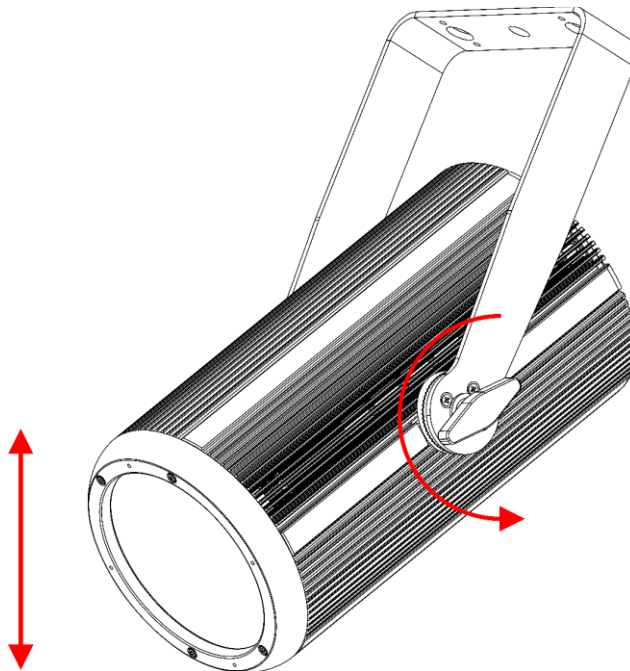

Abb. 08
- 01) Drehen Sie die **Einstellschrauben (03)** gegen den Uhrzeigersinn, um sie zu lösen.
- 02) Kippen Sie den Scheinwerfer in die gewünschte Position (Abb. 08).
- 03) Drehen Sie die **Einstellschrauben (03)** mit dem Uhrzeigersinn wieder fest. Stellen Sie sicher, dass sich der Scheinwerfer nicht frei bewegen kann, wenn die **Einstellschrauben (03)** angezogen sind.